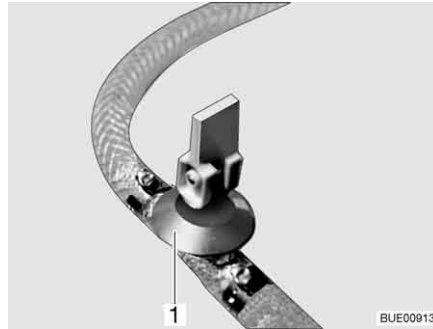
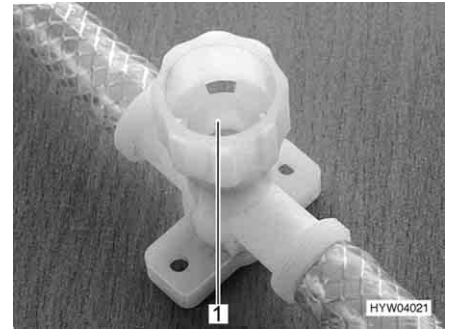

Fig. 246 Robinet de vidange (avec levier à bascule)
Fig. 247 Robinet de vidange (avec capuchon tournant)
- Ouvrir tous les robinets de vidange. Placer pour ce faire le levier à bascule (Fig. 246,1) à la verticale ou faire tourner le capuchon du robinet de vidange (Fig. 247,1) dans le sens inverse des aiguilles d'une montre.